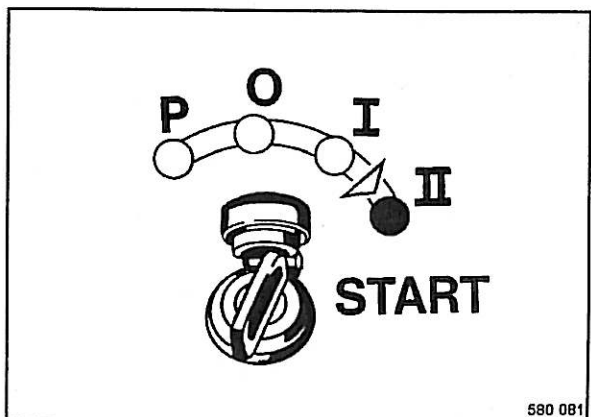

Fig. 35
- Girar la llave de encendido a posición „II“ (Fig. 35), el motor de arranque gira el motor.